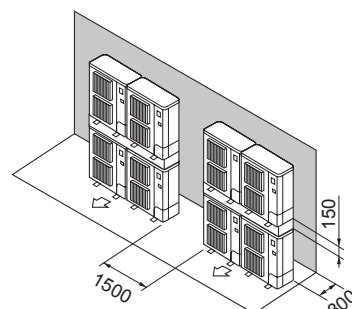

Fig. 2-18
- ⑦ Подредба на тела едно върху друго (Fig. 2-18)